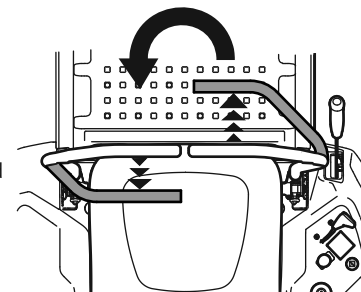

Figura 28
3. Para girar en sentido contrario a las agujas del reloj, mueva la palanca de control de la transmisión de la barra de seguridad derecha hacia adelante mientras mueve simultáneamente la palanca de control de la transmisión de la barra de seguridad izquierda hacia atrás. Consulte la Figura 28.